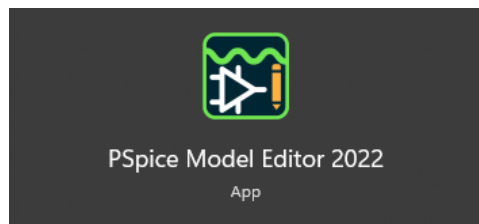

Figura 18. Model Editor
- Deschidem **PSpice Model Editor** (varianta folosită de mine este cea din Figura 18.).